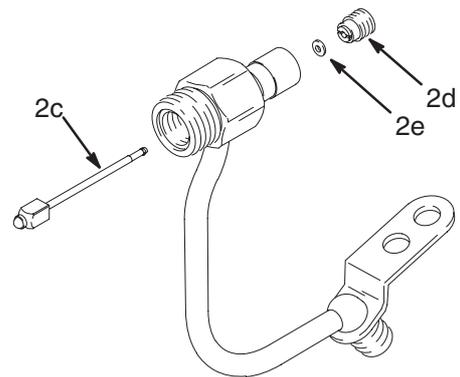

Fig. 12
- Retirer le pointeau (2c). Dévisser l'écrou de blocage du joint (2d). Retirer le joint (2e). Voir Fig. 12.